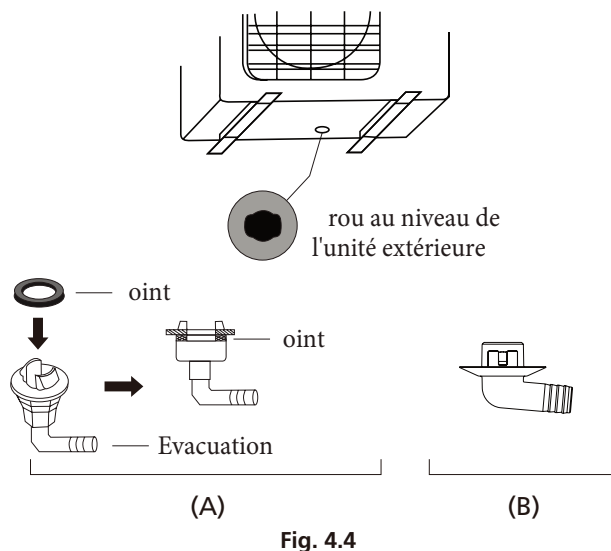

Fig. 4.4
**Si l'évacuation est fournie avec un joint (voir Fig. 4.4 - A), il convient de:**
**Si l'évacuation n'est pas fournie avec un joint (voir Fig. 4.4 - B), il convient de:**